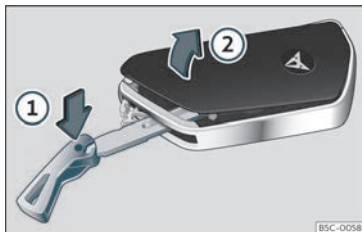

Fig. 68 Chave do veículo: abrir a tampa do compartimento da pilha.
- Introduza o palhetão na ranhura»» Fig. 68, pressione no sentido da seta ① e solte a tampa fazendo alavanca ②.